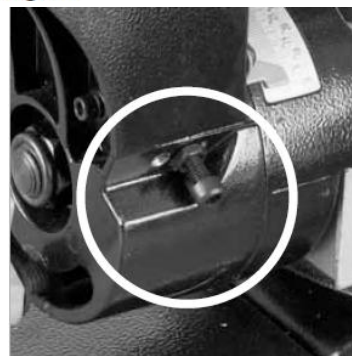

Fig. 18
- Вращением винта откорректируйте положение пильного диска относительно поверхности стола (Fig. 18)